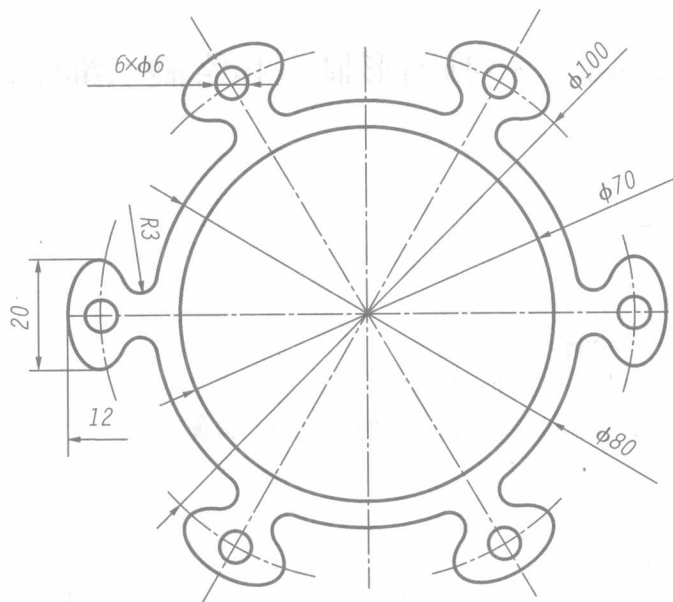

图 3-2 椭圆、圆角、环形阵列等命令的使用
3. 利用直线、画圆、椭圆、圆角、阵列等命令完成如图 3-2 所示图形。